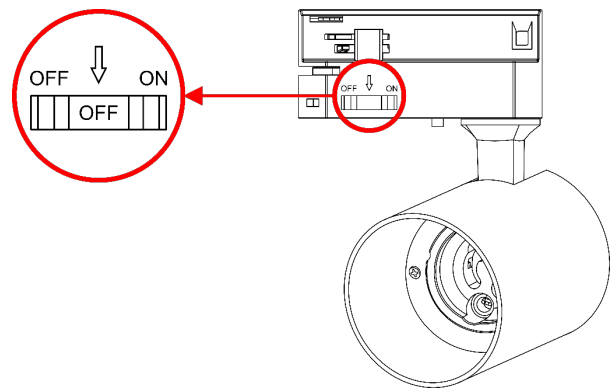

Abb. 11
- 03) Stellen Sie den **Netzschalter (05)** in die Position AUS, wie in Abb. 11 gezeigt.